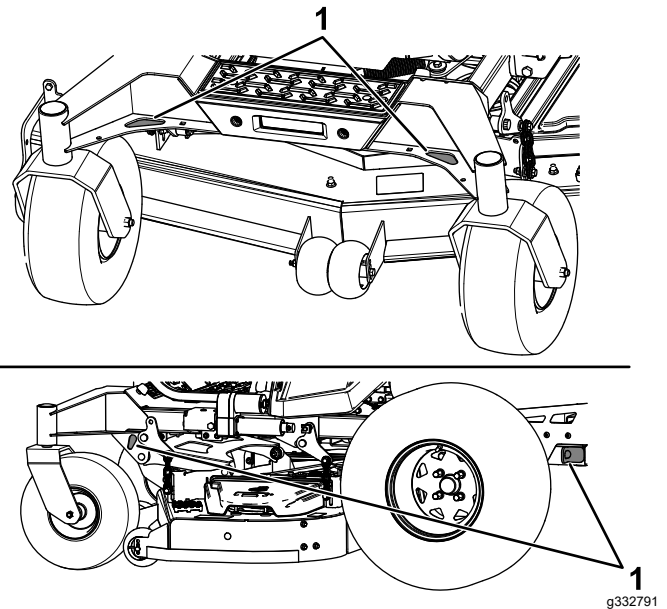

Figure 39
6. Arrimez la machine près des roues pivotantes avant et du cadre arrière à l'aide de sangles, chaînes, câbles ou cordes (Figure 39). Voir la réglementation locale concernant les exigences en matière d'arrimage.